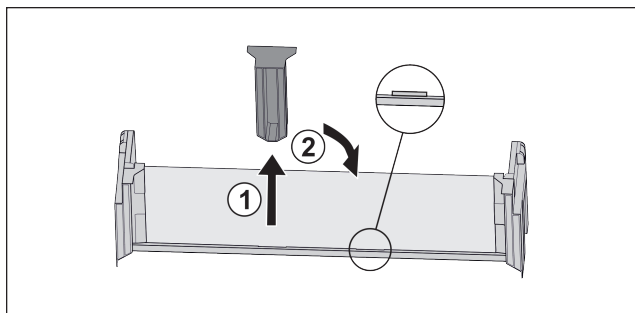

Fig. 20
- ▶ Skinite srednji pridrži dio Fig. 20 (1).
- ▶ Umetnite srednji pridrži dio na drugom položaj Fig. 20 (2).